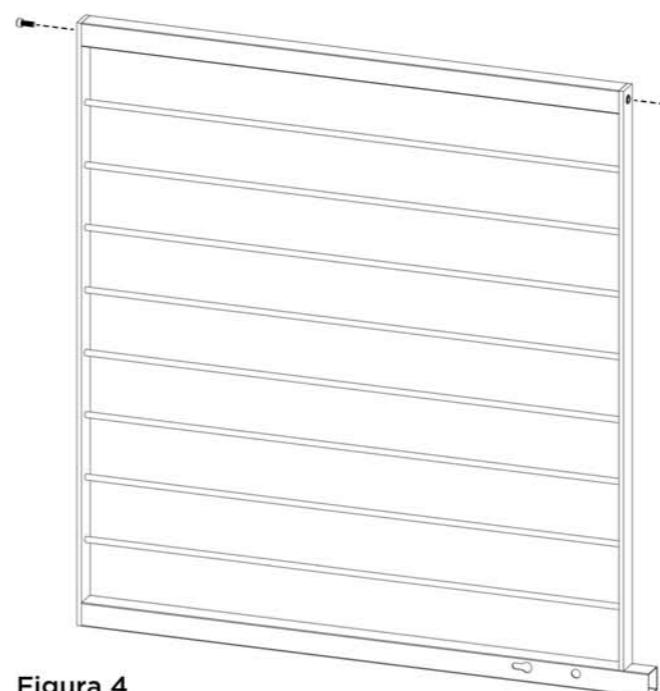

Figura 4
Paso 4: Montar los tornillos allen de cabeza cilíndrica (TOR0408) que hacen de cabezal de giro en la hoja de la puerta. Ver figura 4.